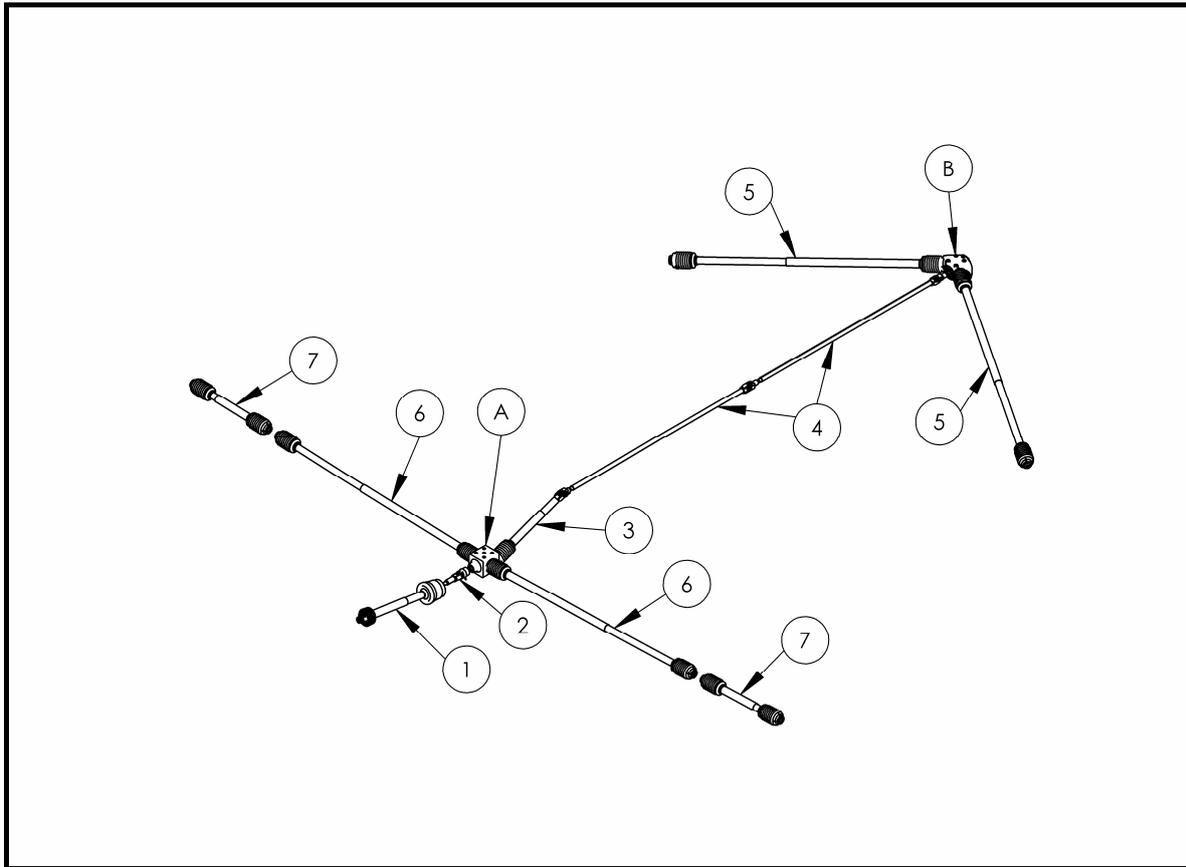

Abbildung 41
Das in (Abbildung 41) mit A angedeutete Getriebe ist mit 2,5 L SAE 90 API-GL5-90 gefüllt. Jede Saison soll kontrolliert werden ob noch ausreichend Öl drin ist und eventuell nachgefüllt werden. Das Getriebeöl ist bei Reparatur zu wechseln.
Das in (Abbildung 41) mit B angedeutete Getriebe ist mit  $\pm 2$  kg Fließfett gefüllt. Jede Saison soll kontrolliert werden ob noch ausreichend Fließfett (1/3 - 1/2 voll) drin ist und eventuell nachgefüllt werden. Das Fließfett braucht nur bei einer Reparatur gewechselt zu werden.
**Alle auf den Gelenkwellen angegebenen Schmierstellen sind jede 20 Betriebsstunden zu schmieren. (Die Gelenkwelle Abb. 4 jede Saison schmieren).** (Die Nummern bei den Gelenkwellen verweisen auf Abbildung 41)